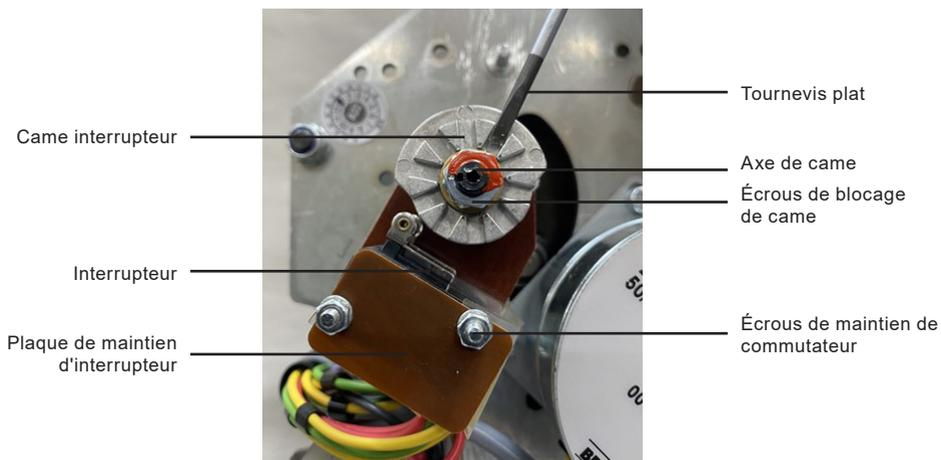

Fig. 9 Réglage de l'interrupteur
- À l'aide d'un tournevis isolé (largeur de lame 3 mm), ajuster la came S1 jusqu'à ce qu'elle touche mais n'actionne pas l'interrupteur dépendant de la course S1. Faites attention au sens de fonctionnement de la came et maintenir fermement la roue de sortie lorsque l'une des cames (dépendante de la course ou auxiliaire) est ajustée. L'arbre à cames tourne dans le sens des aiguilles d'une montre lorsque l'axe de l'actionneur s'étend. Reportez-vous aux Fig. 9 à 12 pour l'identification et l'orientation
La rotation des cames peut être assez raide. Dans de telles circonstances, il est recommandé de fixer la position de la came adjacente avec un deuxième tournevis et de toujours commencer par le réglage de S1 et de terminer par le réglage de S4. Ne desserrer en aucun cas les contre-écrous à came, sauf pour les remplacer (Fig. 9).
- À l'aide d'un tournevis isolé (largeur de lame 3 mm), régler la came S2 jusqu'à ce qu'elle actionne l'interrupteur dépendant de la course S2. Faites attention au sens de fonctionnement de la came et maintenir fermement la roue de sortie lorsque l'une des cames (dépendante de la course ou auxiliaire) est ajustée. Reportez-vous aux Fig. 9 et 10 pour l'identification et l'orientation
Ne desserrer en aucun cas les contre-écrous (Fig. 9).
- Voir la Fig. 9 pour l'orientation du produit
- Faire d'abord glisser l'interrupteur S3 sur les goupilles de retenue de l'interrupteur en vous assurant que l'orientation est comme indiqué sur la Fig. 9. S3 a le faisceau de câblage le plus court
- Faire glisser l'interrupteur S4 sur les goupilles de retenue de l'interrupteur en vous assurant que l'orientation est comme indiqué sur la Fig. 9
La rotation des cames peut être assez difficile. Dans de telles circonstances, il est recommandé de fixer la position de la came adjacente avec un deuxième tournevis et de toujours commencer par le réglage de S3 et de terminer par le réglage de S4. Ne desserrez en aucun cas les contre-écrous (Fig. 9).